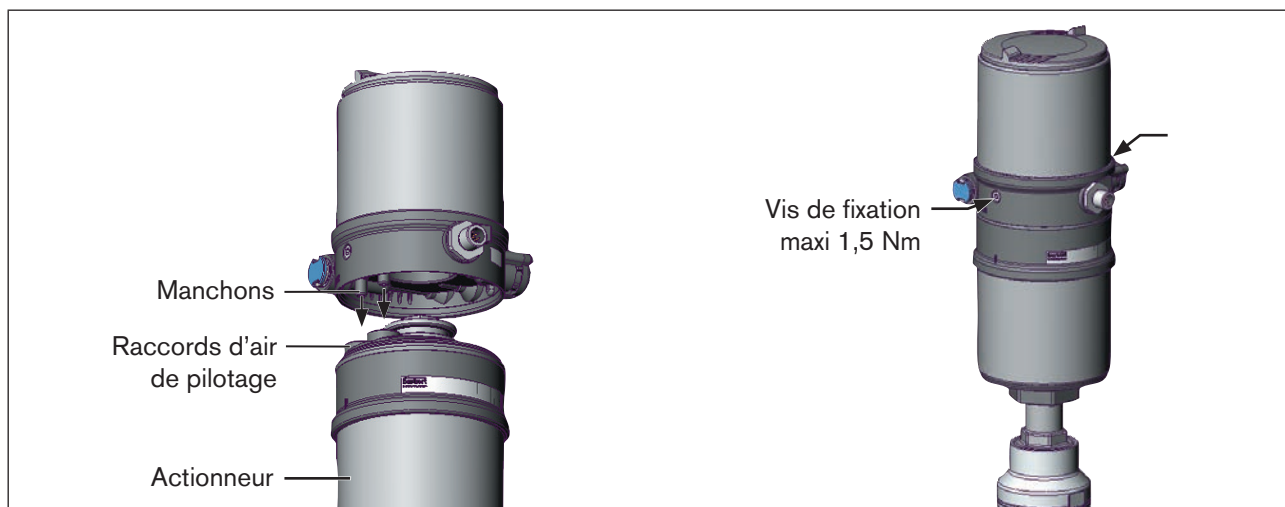

Figure 23 : Montage du positionneur, séries 2103, 2300 et 2301
2. que les manchons du positionneur entrent dans les raccords d'air de pilotage de l'actionneur (voir « Figure 23 »).